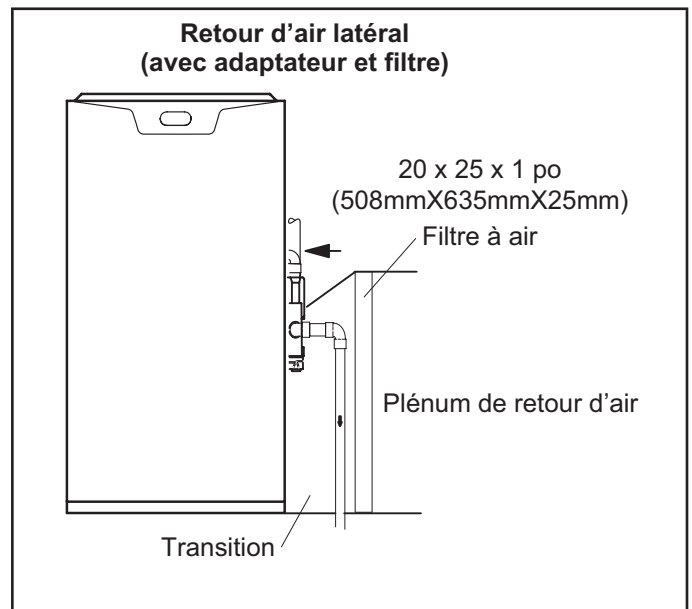

Figure 13
**Le EL297UHV avec retour d'air latéral et purgeur de condensat sur le même côté de l'enceinte (le purgeur peut être installé à une distance de 5 pieds maximum) nécessite une base de reprise d'air ou un adaptateur (non fourni) permettant d'installer un accessoire d'amélioration de la qualité de l'air intérieur (IAQ) facultatif de hauteur supérieure à 14,5 po. Voir Figure 13.**